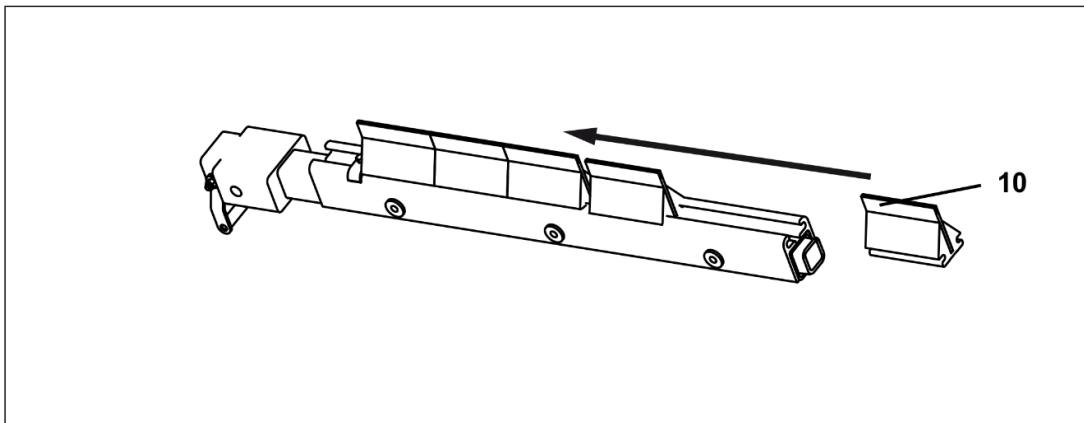

Рис. 32
- e) Вставьте концевые упоры (10, рис. 32).